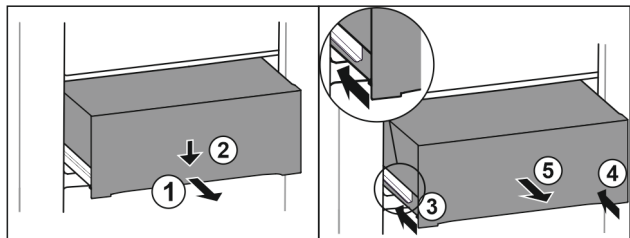

Fig. 81
► Vytiahnite zásuvku do polovice. Fig. 81 (1)
► Zatláčajte zásuvku na prednej strane smerom nadol. Fig. 81 (2)
► Zasuňte ľavú koľajničku o cca 2 cm. Fig. 81 (3)
► Zasuňte pravú koľajničku o cca 2 cm. Fig. 81 (4)
► Odoberte zásuvku dopredu. Fig. 81 (5)